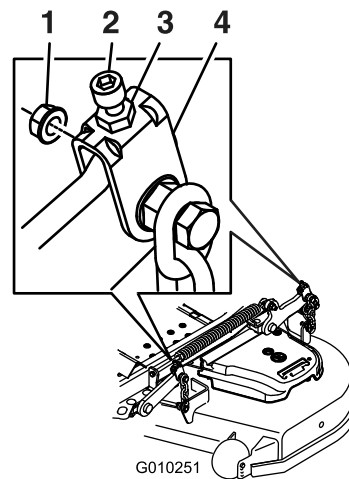

Figura 98
11. Para las carcasas de corte ilustradas en Figura 98, gire la tuerca de ajuste del conjunto de elevación de la carcasa delantera para modificar la altura (Figura 98).
17. Gire el tornillo de ajuste hasta obtener una altura de 8,3 mm (Figura 98).